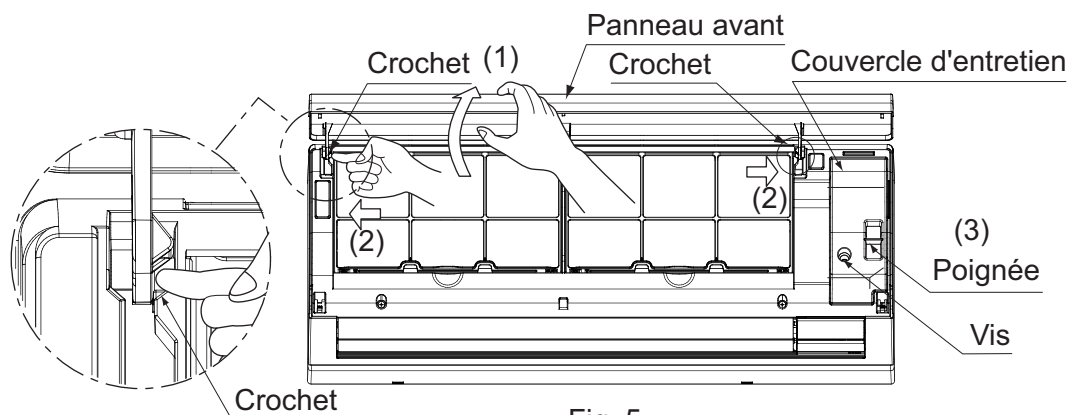

Fig. 5
**(4) Enlevez le panneau avant et le couvercle de service. (Reportez-vous à la Fig. 5)**